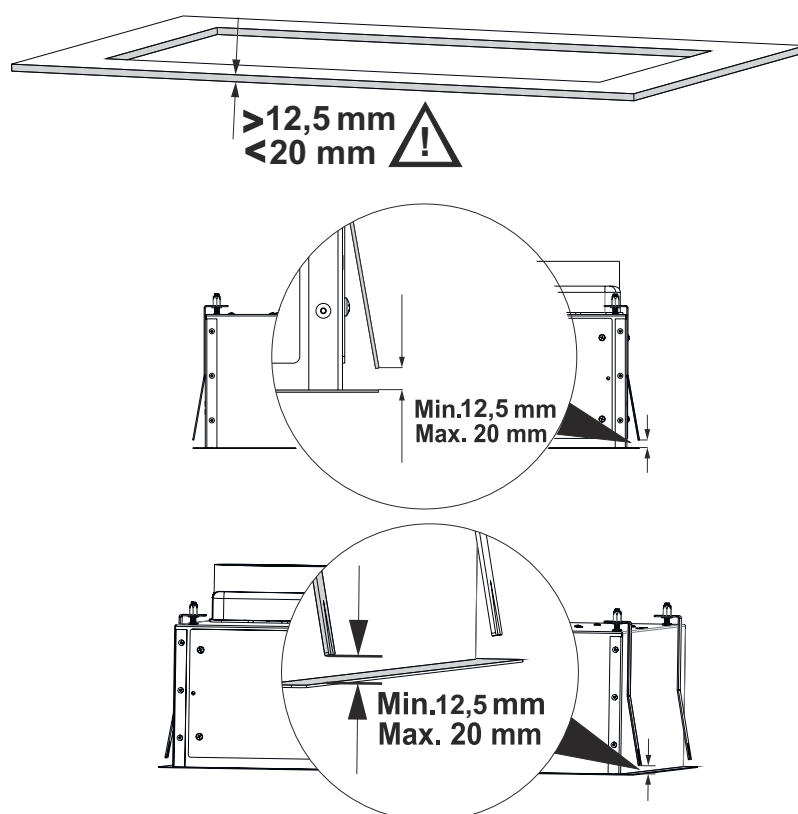

Fig. 8
2. ➔ - Tykkelsen af det materiale, hvor produktet skal monteres, skal være mindst 12,5 mm og højst 20 mm (Fig. 8).